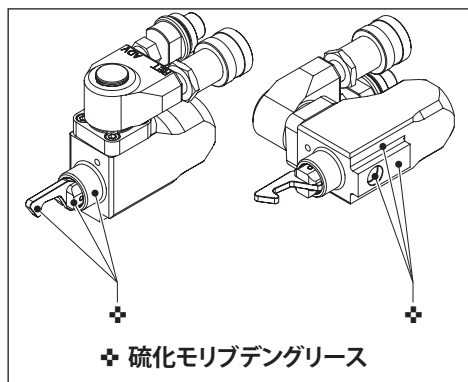

图15
5.2 予防整備 - 油圧スィベルとドライブユニット (図15と16)